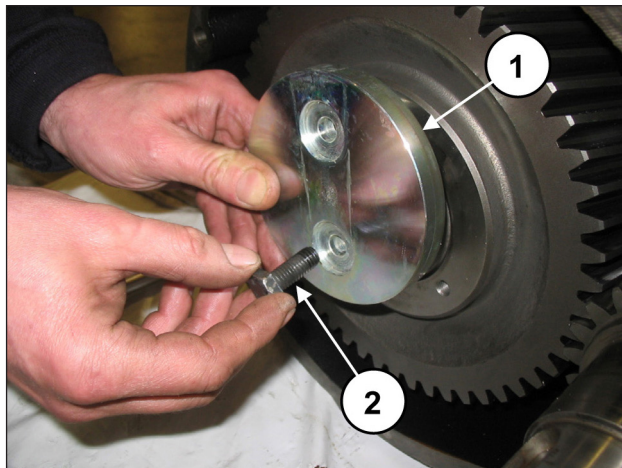
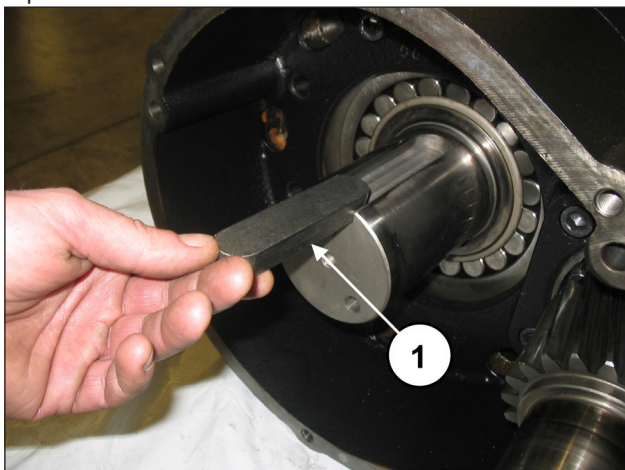

Fig. 63
Fig. 62
Applicare la linguetta 22x14x100 nella sede dell'albero (pos. ①, Fig. 62) e inserire la corona sull'albero. Fissare il fermo corona (pos. ①, Fig. 63) utilizzando le 2 viti M10x25 (pos. ②, Fig. 63). Tarare le viti con chiave dinamometrica come indicato nel capitolo 3.